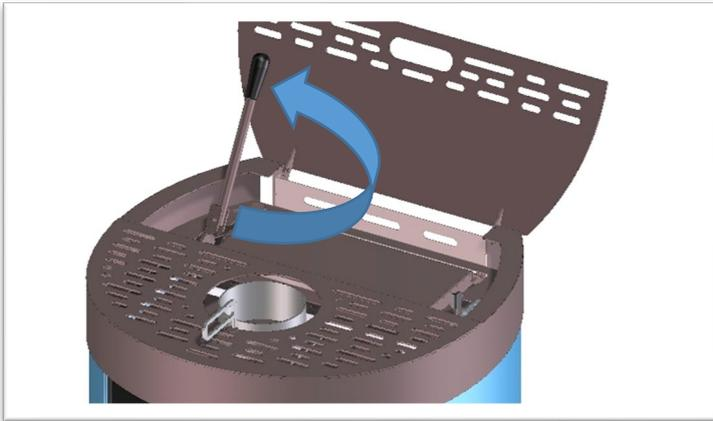

Abb. 16
**2. Heben Sie den Hebel in die vertikale Position (Abb. 16)**